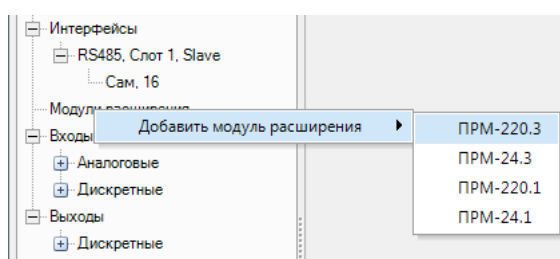

Рисунок 7.1 – Подключение модуля в OwenLogic
3. Выбрать модуль из списка (см. рисунок 7.1).